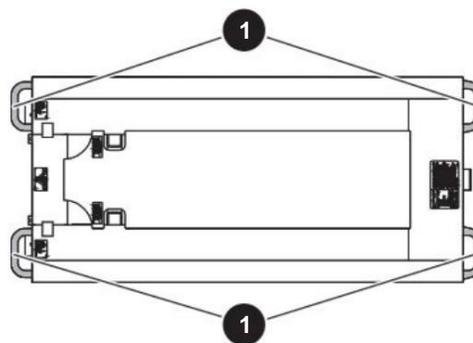
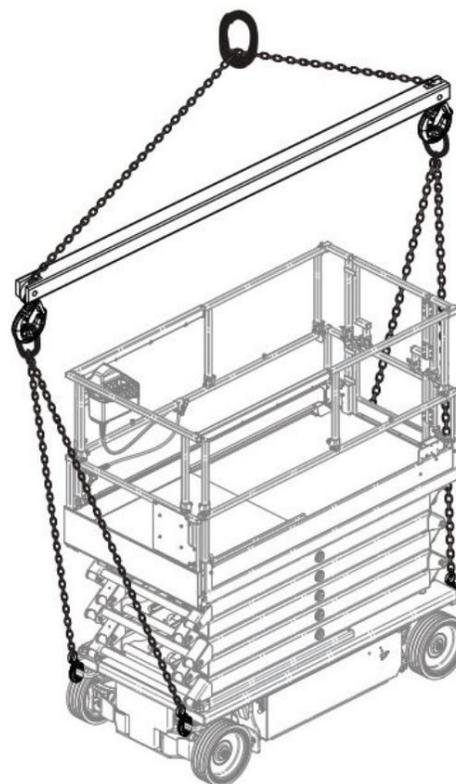
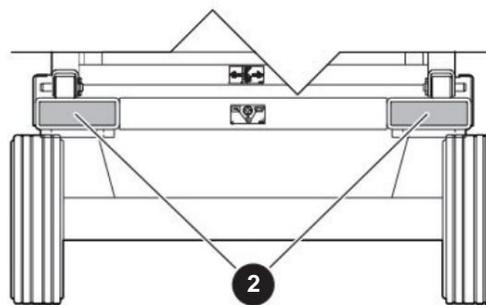

Figura 15 Pontos de içamento e amarração
Figura 16 Método apropriado para içar
Figura 17 Bolsas para empilhadeiras
- cordame em todos os **quatro pontos de elevação** , ou levante com os garfos nos **compartimentos designados para empilhadeiras** . Consulte a Figura 15, Figura 16 e Figura 17.
Ao transportar a MEWP, ela deve ser acoplada a um caminhão ou plataforma de reboque. Use os pontos de fixação disponíveis para fixar a MEWP. Consulte a Figura 15. Se você não obedecer, há risco de morte ou ferimentos graves.
- ÿ Amarre a MEWP ao veículo de transporte usando os quatro pontos de fixação. Consulte a Figura 15.